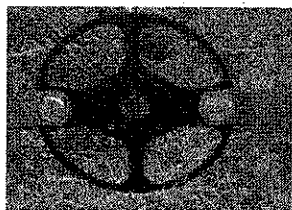

Fig 1
- la taille de haie en parcs et jardins (lamier à couteaux ventilés) fig 1 ;